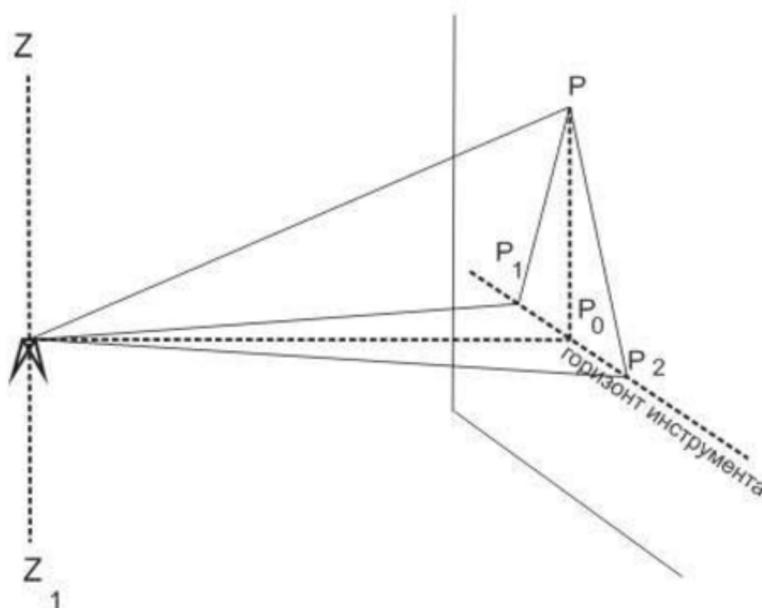

Рис. 7.
2) выбирают высоко расположенную точку на стене здания (точка Р на рис.7) и опустить трубу на уровень горизонта, получают точку Р1 (КЛ);